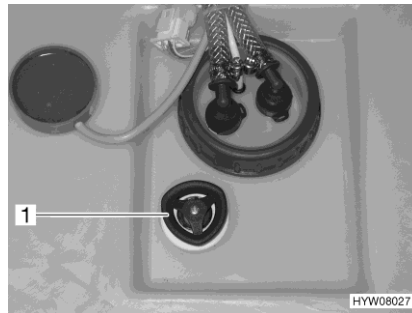

Fig. 128 Poignée tournante (réservoir d'eau)
- Faire tourner à fond dans le sens des aiguilles d'une montre la poignée tournante (Fig. 128,1) située sur le réservoir d'eau.
- Faire tourner la poignée tournante (Fig. 128,1) située sur le réservoir d'eau dans le sens inverse des aiguilles d'une montre jusqu'au premier cran. L'eau s'écoule, env. 20 litres restent.
- Faire tourner la poignée tournante (Fig. 128,1) du réservoir d'eau à fond dans le sens inverse des aiguilles d'une montre au-delà de la résistance pour ouvrir entièrement l'ouverture d'écoulement.